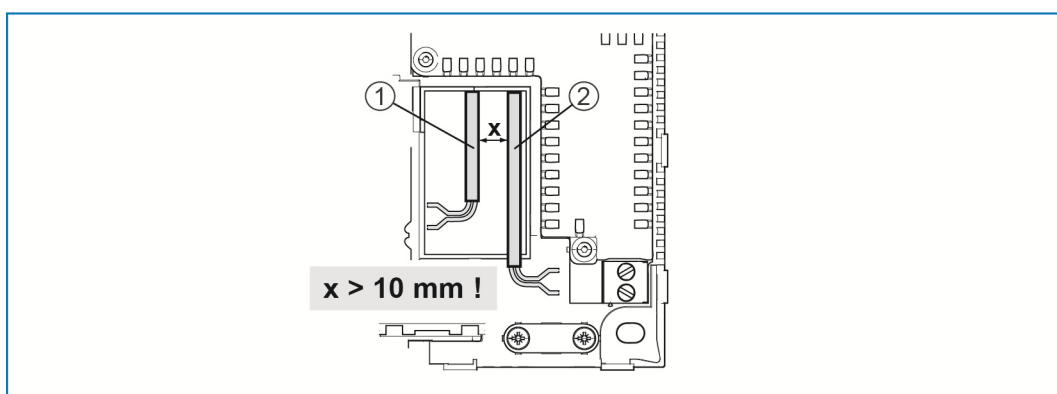

Fig. 4: SELV-strømkurser
- » Sørg for romslig skille ved montering (> 10 mm) av SELV-strømkursene til andre strømkurser (se Fig. 4).